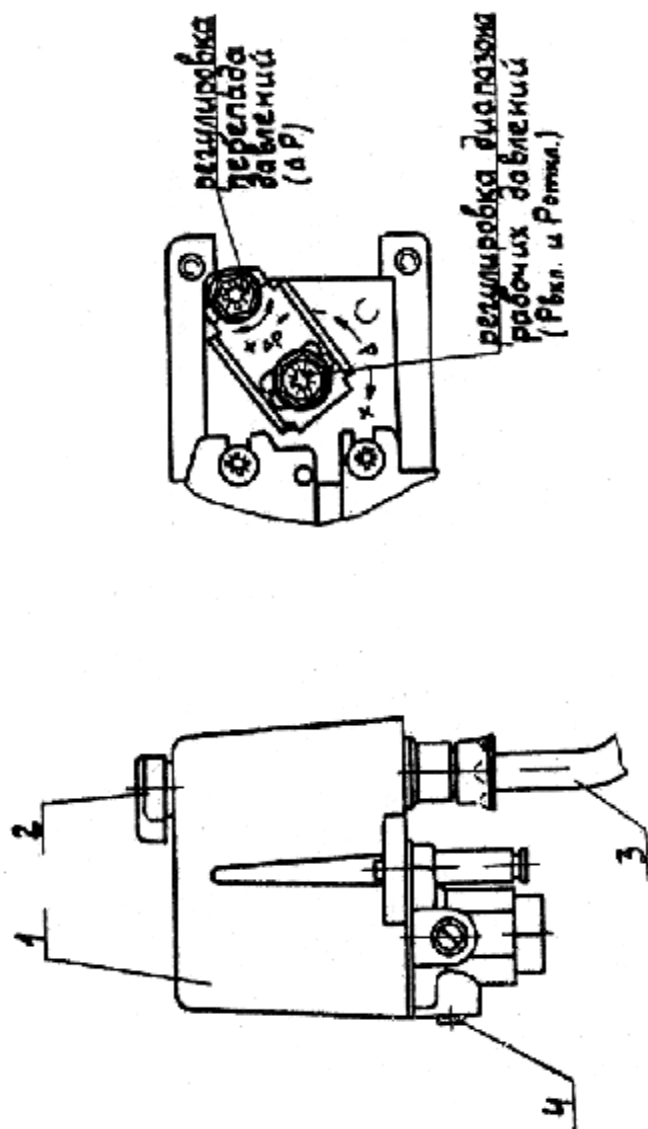

Рис. 9. Реле давления MDR 3/35
Сжатый воздух по нагнетательному трубопроводу, через **обратный клапан** (рис. 9) поступает в ресивер. Обратный клапан препятствует обратному воздействию сжатого воздуха из ресивера на компрессорную головку при ее останове.
Для поддержания в ресивере необходимого для работы давления в пределах заданных значений и для автоматического включения и выключения двигателя служит реле давления MDR 3/35(рис. 9)
- отрегулировать диапазон рабочего давления ($P_{отк.}$ и $P_{вкл.}$) – для этого вращать регулировочный винт реле по схеме к рис. 9, в направлении, указанном, расположенными рядом стрелками. Знак + (плюс) около стрелки указывает на увеличении величины настраиваемого давления. Знак – (минус) около стрелки указывает на уменьшение величины настраиваемого давления.
- отрегулировать величину перепада (ΔP) между давлением отключения ($P_{отк.}$) давлением включения ($P_{вкл.}$) – для этого вращать регулировочный винт ΔP реле по схеме к рис.9, в направлении, указанном, расположенными рядом стрелками. Знак + (плюс) около стрелки указывает на увеличение величины рабочего давления, знак – (минус) около стрелки указывает на уменьшение величины рабочего давления. Контроль действий отслеживать по манометру.